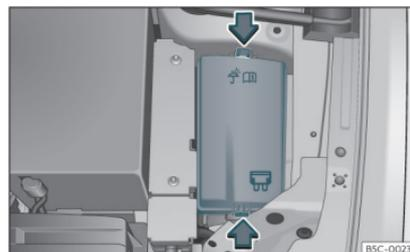

Fig. 48 Dans le compartiment-moteur : cache du boîtier de fusibles.
- Appuyez sur les languettes de verrouillage pour déverrouiller le cache de la boîte à fusibles »» fig. 48 .